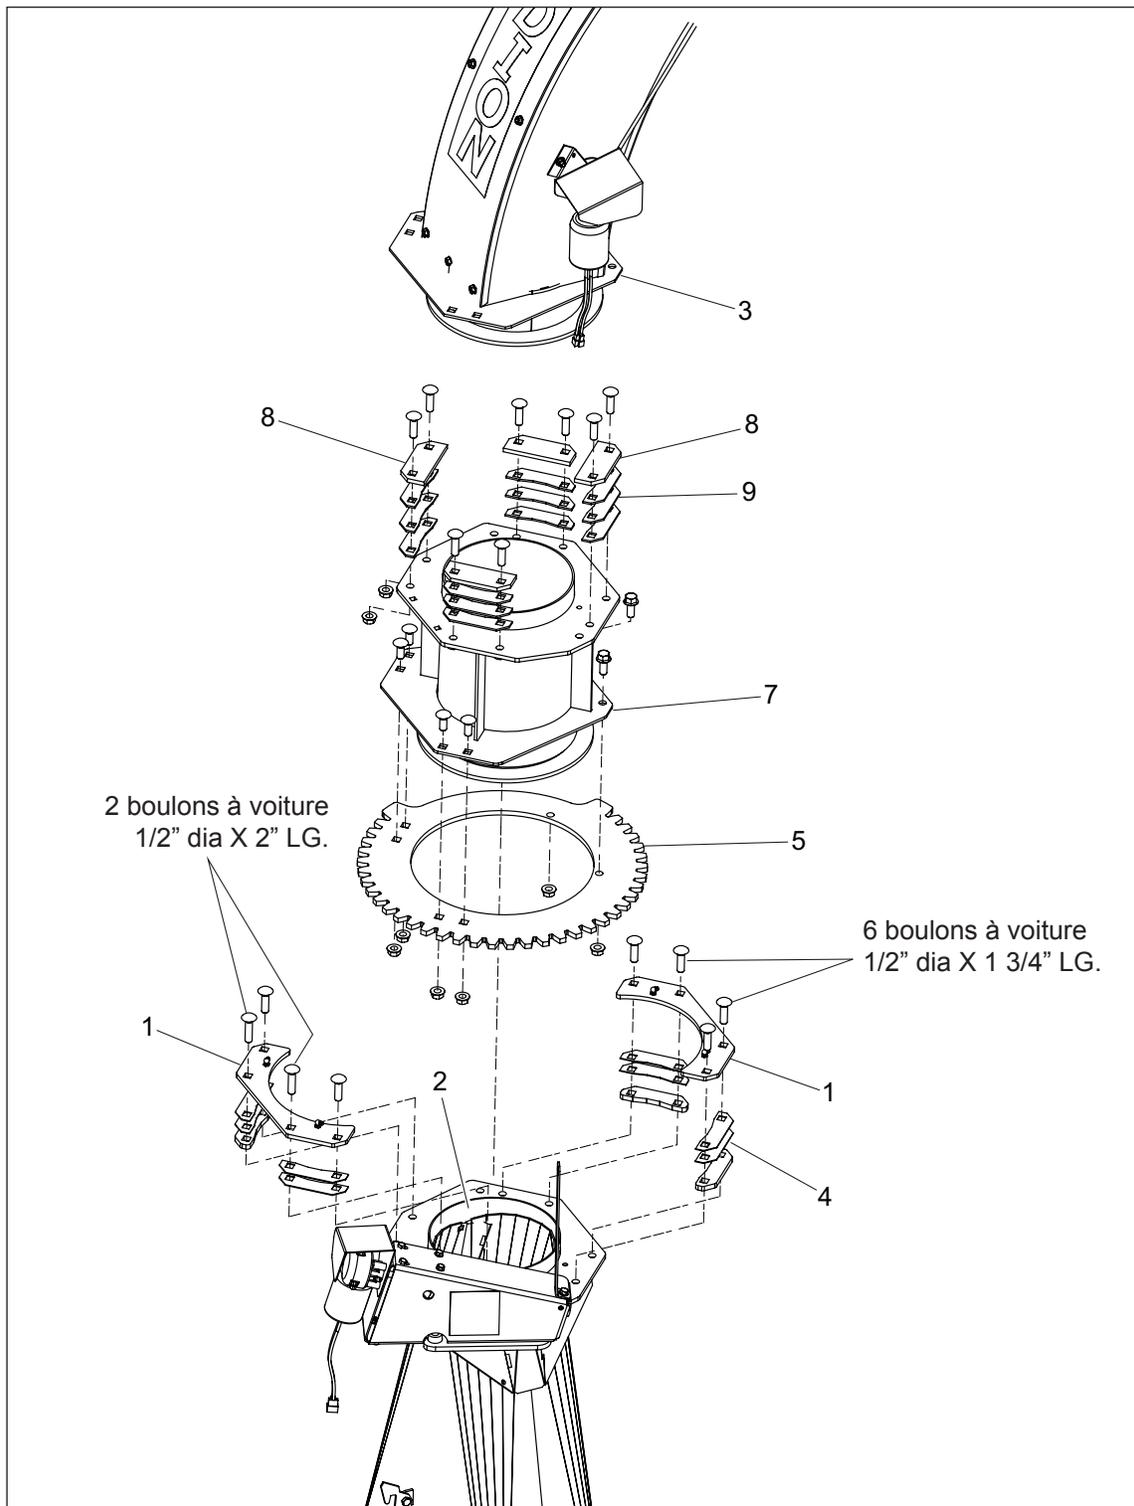

Figure 8 Assemblage de la rallonge de courbure de 12" (30 cm)
1. Enlever les deux plaquettes de retenue (item 1) ainsi que les espaceurs (item 4);
2. Enlever la courbure (item 3);
3. Déboulonner la couronne (item 5) de la courbure pour la transférer sur la rallonge de 12" (30 cm);
4. Installer la rallonge de 12" (30 cm) (item 7 à la figure 8);
5. Graisser le collet du soldat (item 2). Adoucir le collet de la courbure au point de frottement sur les plaquettes de retenue;
6. Installer les plaquettes de retenue (item 1) et les espaceurs (item 4). Ajuster l'épaisseur des espaceurs afin que la rotation se fasse librement;
7. Installer la courbure (item 3);
8. Installer les plaques de retenue (item 8) et les espaceurs (item 9) qui sont fournis avec l'ensemble de rallonges de courbure. Ajuster l'épaisseur des espaceurs afin d'empêcher la rotation.